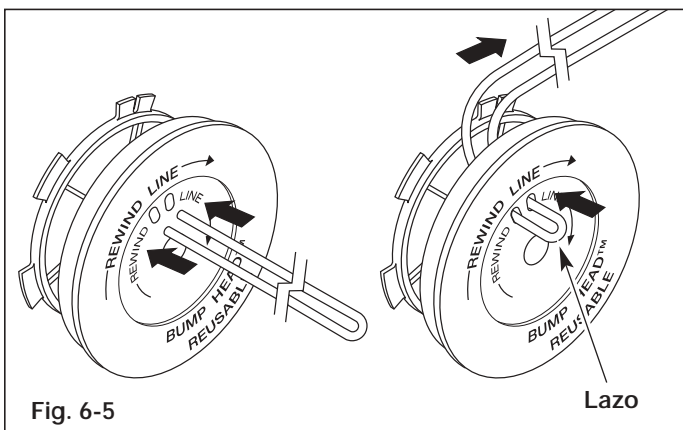

Fig. 6-5
6. Tome aproximadamente 6,1 m (20 pies) de nueva línea de corte, enlácela en dos longitudes iguales. Inserte cada extremo de la línea a través de uno de los dos orificios del carrete interior (Fig. 6-5). Pase la línea a través del carrete interior de modo que el lazo sea lo más pequeño posible.